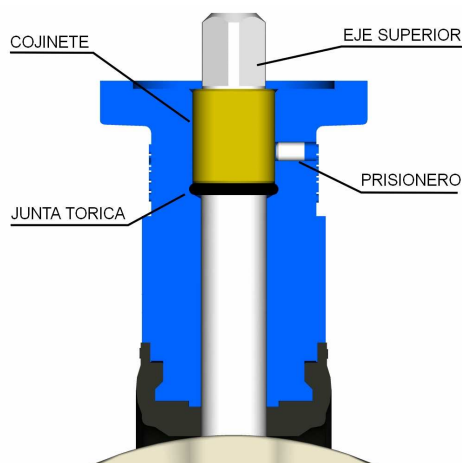

FIG. 5
6.- Para bloquear el eje, montar el prisionero hasta hacer tope en el casquillo, a continuación dar media vuelta de llave al prisionero en sentido contrario, para que no exista rozamiento entre las dos partes a la hora de maniobrar la válvula (Fig.5 Inferior).